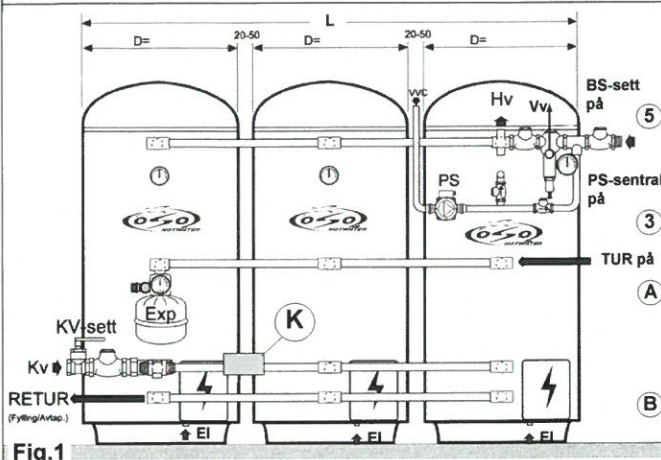
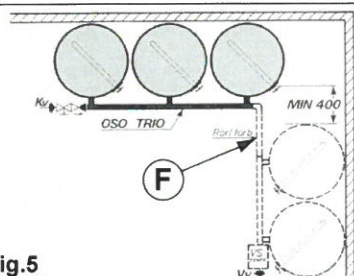

Fig.1
Fig.5
- Multimontasje:** Plasser opptil 6 like beredere i rekke eller hjørne, i lodd og m/avstand ca. 5 cm. Se fig. 1.
- Samlerørene:** SR 400, 600 eller 1000 m/T-rør loddes og kobles på kv/vv & t/r-ansl. Kompensator (K) på kv-rør hvis flere enn 3 vvb.
- Hjørnemont.** Monter SR-rør + lag forbindelsesrør (F) i hjørnet som vist fig. 5.